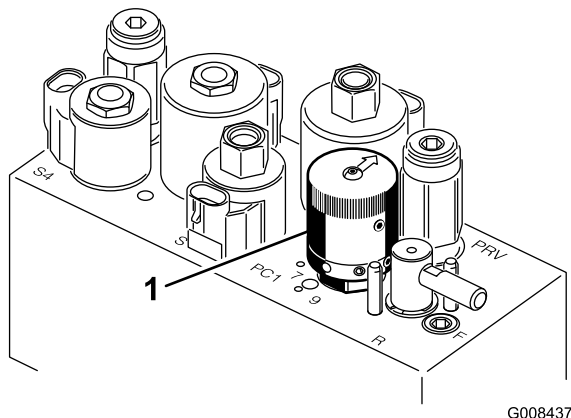

Рисунок 29
- Для настройки частоты вращения барабана поворачивайте ручку управления (Рисунок 29), пока стрелки указателя не совместятся с числом, обозначающим требуемую настройку.